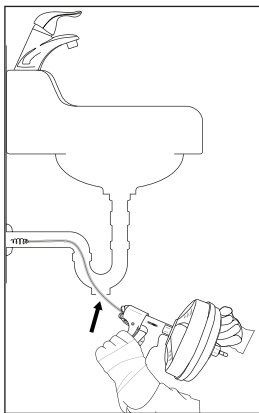

Fig. 1
- Préparez l'appareil et la zone de travail selon les présentes instructions afin de réduire le risque de blessures liées aux décharges électriques, au feu, au basculement de l'appareil, à une spirale ⑧ tordue ou cassée, de blessures liées aux produits chimiques, aux infections ou à d'autres causes et d'éviter un endommagement de l'appareil.
- Sur d'autres lavabos, il faudra peut-être retirer un bouchon de nettoyage ou un siphon (voir fig. 1). Placez impérativement un récipient sous l'ouverture de nettoyage ou sous le siphon pour récupérer l'eau qui s'écoule.